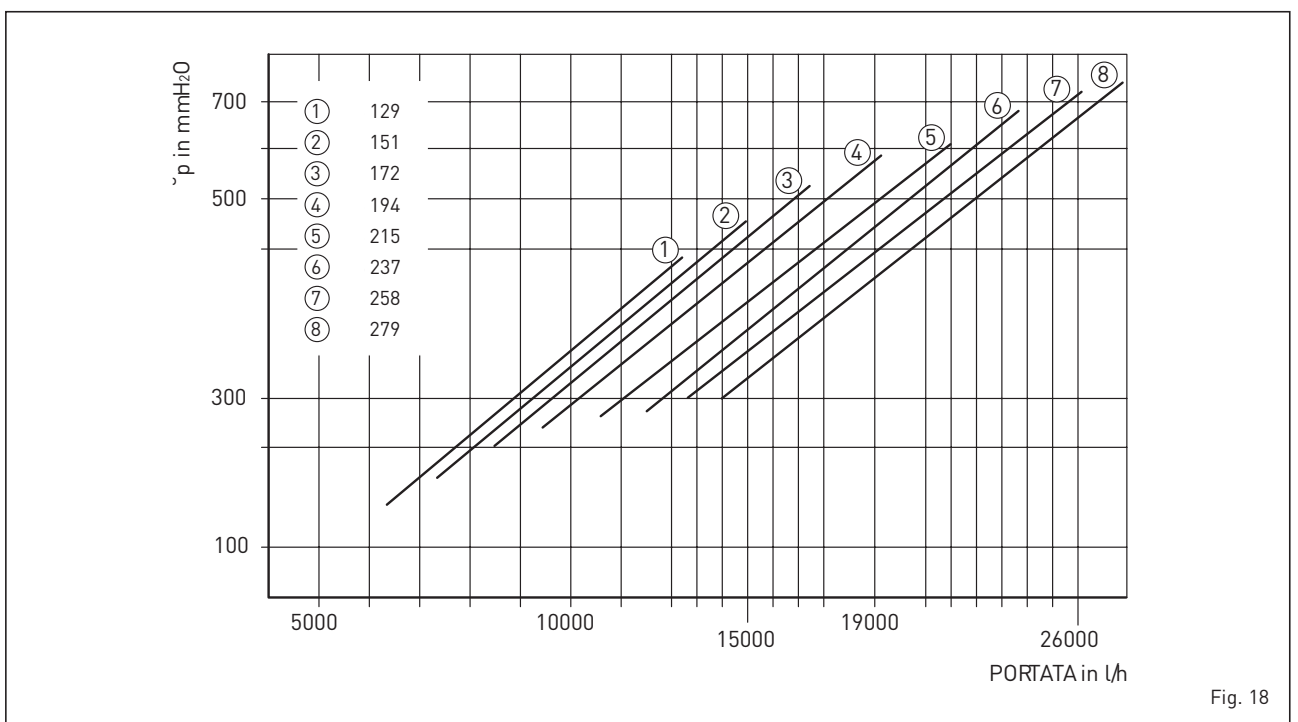

Fig. 18
3.4 PERDITE DI CARICO CIRCUITO CALDAIA (fig. 18)